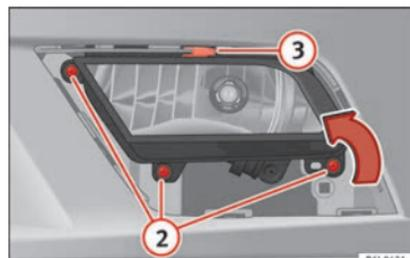

Fig. 96 Faro antiniebla.
- Retire los tornillos (3x) » **fig. 96 ②** para extraer el faro antiniebla.
- Retire la grapa metálica situada en la parte superior del faro antiniebla tirando hacia el exterior del vehículo » **fig. 96 ③**.